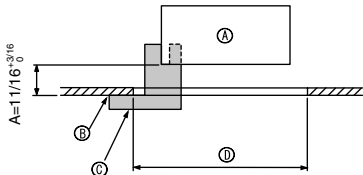
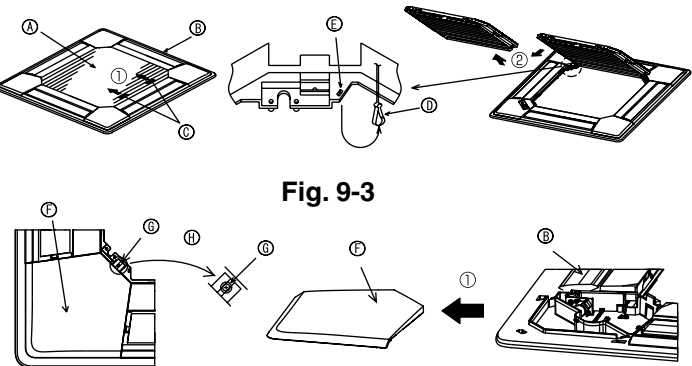

Fig. 9-2
Fig. 9-3
①	Dimensiones de la rejilla	1	950 x 950 (mm), 37-3/8 x 37-3/8 pulgadas
②	Tornillo con arandela cautiva	4	M5 x 0,8 x 25
③	Plantilla	1	(Dividido en cuatro partes)
④	Remache	3
⑤	Tornillo	4	4 x 8
⑥	Tornillo	1	4 x 12
⑦	Controlador remoto cableado	1	para PLP-42BAMD
9.2. Preparación para conectar la rejilla (Fig. 9-2)
- Con la plantilla ③ que se suministra con este equipo, ajuste y compruebe la posición de la unidad en el techo. Si la unidad no está colocada en el techo de forma adecuada, podrían producirse escapes de aire o generarse una condensación.
- ① Unidad principal
- ② Techo
- ③ Plantilla ③ (metida en la unidad)
- ④ Dimensiones de apertura del techo
9.2.1. Extracción de la rejilla de admisión (Fig. 9-3)
- Deslice las palancas en la dirección indicada mediante la flecha ① para abrir la rejilla de admisión.
- Con la rejilla de admisión en posición "abierta", extraiga la bisagra de la rejilla de admisión de la rejilla tal y como se indica mediante la flecha ②.
- Extraiga el tornillo de la esquina del panel angular. Deslice los paneles angulares indicados por la flecha ① para extraer este panel.
- [Fig.9-3] [Fig.9-4]
- ① Rejilla de admisión
- ② Rejilla
- ③ Palancas de la rejilla de admisión
- ④ Gancho de la rejilla
- ⑤ Orificio para el gancho de la rejilla
- ⑥ Panel angular
- ⑦ Tornillo
- ⑧ Detalle